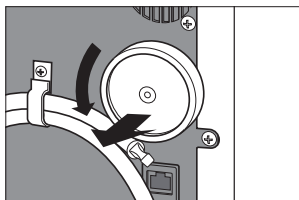

図26
- 3) ユニットの背面にあるエアフィルタを反時計方向に回し取り外します。（図26）